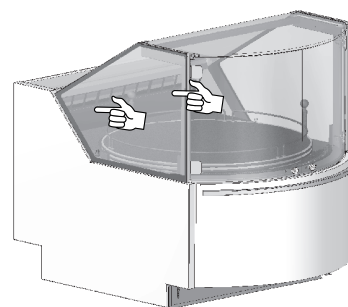

Fig. 24
- La marchandise ne dépasse pas la limite de charge ("Fig. 24").